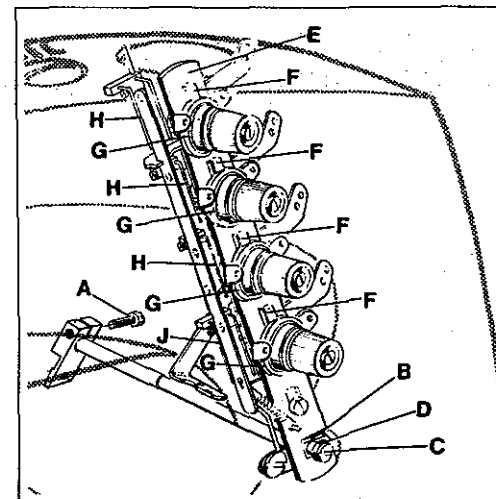

Fig.49
5.1 Loosen screw (A, Fig. 49) in the tension release lever on the back of the machine and set lever (B) of tension release lever shaft horizontal. Retighten screw (A).
5.2 Loosen screw (C, Fig. 49) and set the tension disc separator (E) by turning eccentric (D) so that the separators (F) are as close as possible to the tension discs (G) without touching them. Retighten screw (C). The tension discs must open as soon as the cutting process starts. The tension disc separator should move freely between the tension discs without binding.
5.1 Lösen Sie die Schraube (A, Fig. 49) im Spannungsauslösehebel auf der Rückseite der Maschine und stellen Hebel (B) der Auslösestange für Fadenspannung Ziehen Sie die Schraube (A) wieder an.
5.2 Lösen Sie die Schraube (C, Fig. 49) und Spannungsscheibentrenner (E) durch Drehen (D) so, daß die Öffner (F) so dicht wie möglich an den Fadenspannungsscheiben (G) stehen, ohne sie zu berühren. Ziehen Sie die Schraube (C) wieder an. Die Spannungsscheiben müssen bei Beginn des Schneidens sofort öffnen. Der Spannungsscheibentrenner muß sich frei zwischen den Fadenspannungsscheiben (G) bewegen.
5.3 The thread pull-off hooks (H, Fig. 49) for the needle threads control the length of the needle thread tails on garment after trimming. The higher the hooks are set, the shorter the needle thread tails will be.
Set the thread pull-off hook (J, Fig. 49) for the looper thread so that the thread is clamped securely when trimmed.
5.3 Die Fadenabzugshaken (H, Fig. 49) für die Nadelfäden regeln die Länge der Nadelfadenenden am Nähgut nach dem Abschneiden. Je höher die Haken gestellt werden umso kürzer werden die Nadelfadenenden.
Stellen Sie den Fadenabzugshaken (J, Fig. 49) für den Greiferfaden so, daß der Faden beim Abschneiden sicher festgeklemmt wird.